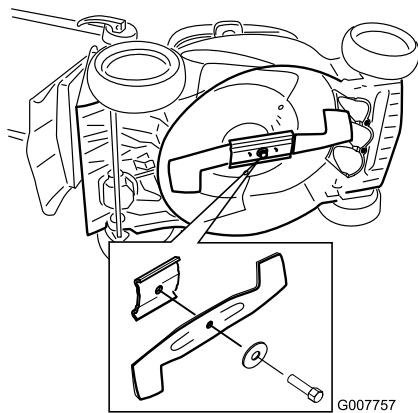

Figure 30
- Basculez la tondeuse sur le côté (filtre à air en haut) (Figure 30).